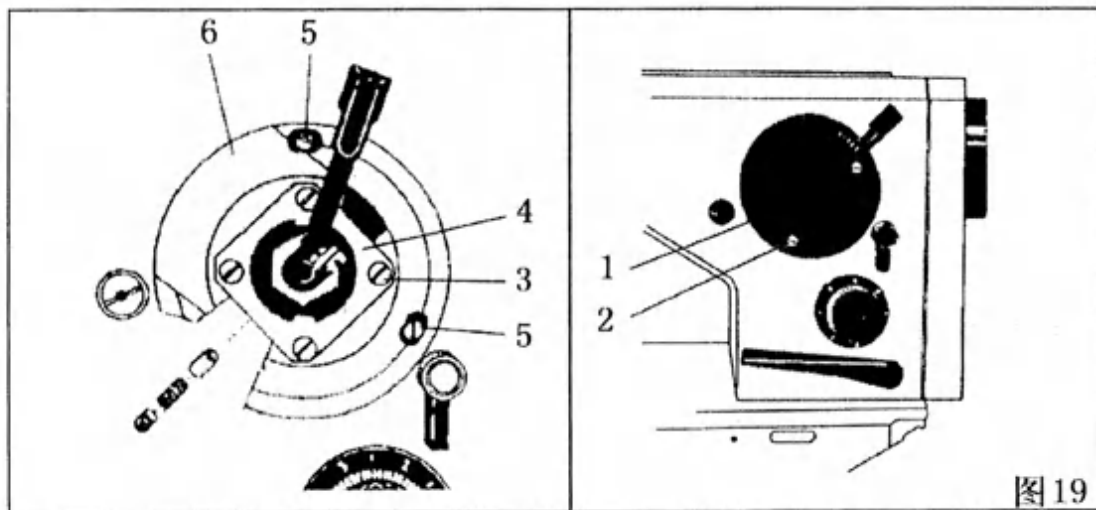

图 19
2) 机针在针板槽横向中心位置的调节 (图 19)：将针迹间宽度调节至零，并转动主动轮直到机针在最低位置，将摆针指示盘 (1) 的两个螺钉 (2) 拧出，拆下摆针指示盘 (1)，拧松滑动块螺钉 (3)，将滑动块 (4) 上下移动即可调整机针在针板槽中心的位置。调整好之后拧紧滑动块螺钉 (3)，装上摆针指示盘。
28、针基点偏移量的调整：(图 19)